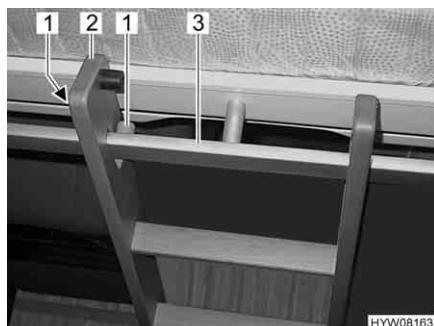

Fig. 95 Scaletta di accesso (agganciata)
**Agganciare:** ■ Agganciare la scaletta di accesso (Fig. 95,2) con le due staffe nella barra di presa (Fig. 95,3) al letto basculante. Durante l'agganciamento fare attenzione che i longheroni della scala vengano posizionati attraverso i due dispositivi di fissaggio (Fig. 95,1). Questo serve a impedire che la scaletta di accesso scivoli di lato.
**Stivamento:** ■ Staccare la scaletta di accesso (Fig. 95,2) dalla barra di presa (Fig. 95,3) nel letto basculante.